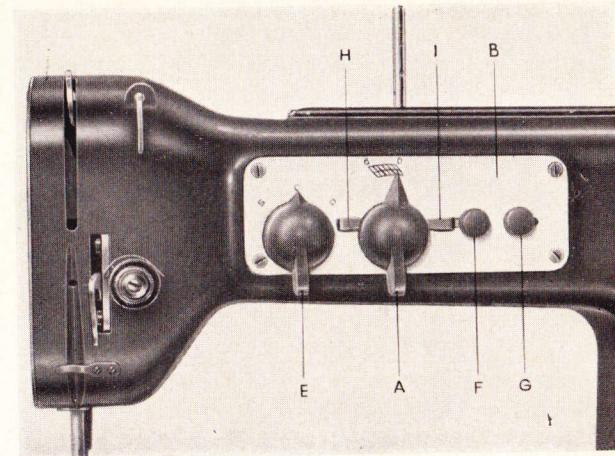

fig. 16
- 1) Set the zig-zag position control knob «E» (Fig. 16) in the position marked «C» (central).